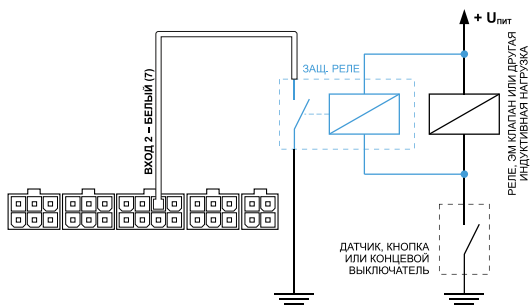

Рис.21. Схема подключения защитного реле
2. Защитное реле (Рис.21) – устанавливается параллельно индуктивной нагрузке. При этом контакты защитного реле служат для замыкания входа контроллера на «массу».